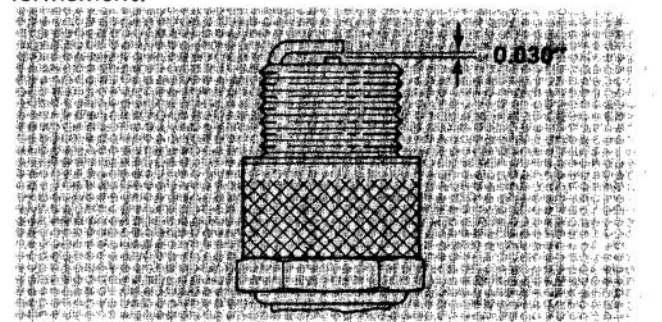

Figure 21
3. Réglez l'écartement des électrodes à 0.030 pouce (Fig. 21). Installez la bougie correctement réglée avec son joint et serrez-la à 15 lb-pi. Si vous ne disposez pas d'une clé indicatrice de torsion, serrez la bougie fermement.